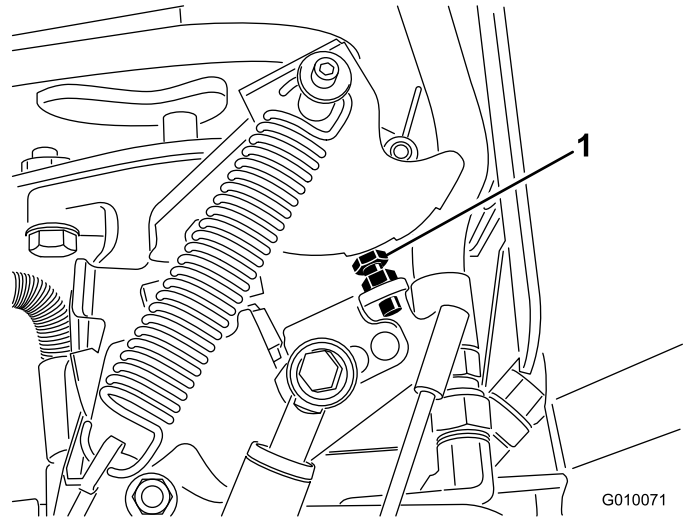

图66
6. 如果需要进行调节转动泵止动螺栓图66使其更接近限位板以缩短打孔间距或将止动螺栓转离限位板以增大打孔间距。